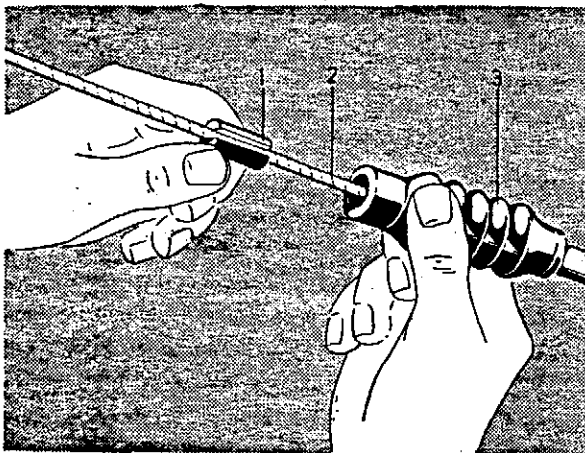

Abb. 47 Gummimanschette einbauen
Falls die Gummimanschette für Handbremsseilzug schadhaft ist, muß sie ausgewechselt werden. Sonst kann Wasser und Schmutz eindringen, die ein Festrosten verursachen können. Als Ersatz gibt es eine Spezial-Gummimanschette mit Dichtungsstopfen (Ersatzteilnummer 86850 bzw. 86851). Beim Auswechseln Zugstange vom Hebel abschrauben und Handbremsseilzug an der Lasche aushängen. Alte Gummimanschetten entfernen und neue aufsetzen. Handbremsseilzug einhängen und Zugstange wieder anschrauben. Geschlitzten Dichtungsstopfen (E Abb. 47) über den Bremsseilzug klemmen und in Gummimanschette (3) einschieben.